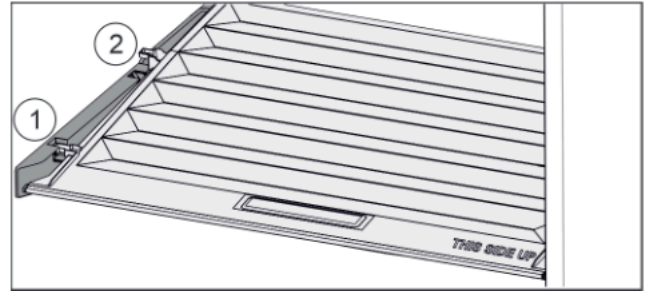

Fig. 51
- ▶ Tirare in avanti il coperchio fino all'apertura nei fermi Fig. 51 (1).
- ▶ Sollevare posteriormente dal basso e togliere verso l'alto Fig. 51 (2).